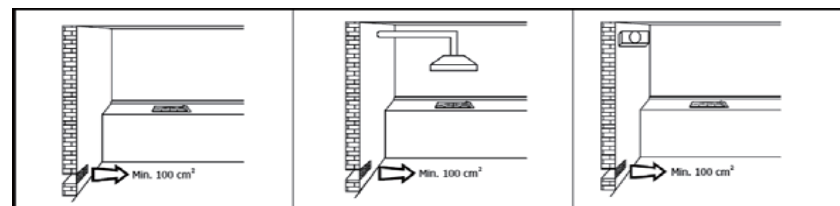

Рис. 1
- минимальная площадь поперечного сечения воздуха 100см² (см рис.1);